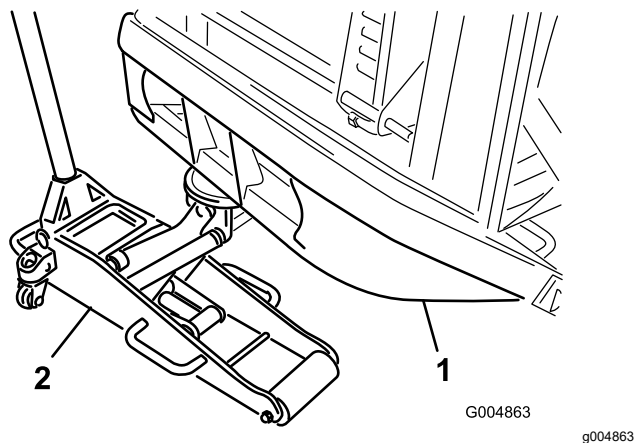

図 16
1. 後部バンパーチューブの下に適当なジャッキをセットし、後タイヤが床から浮き上がるまで車体後部を持ち上げる 図 16。